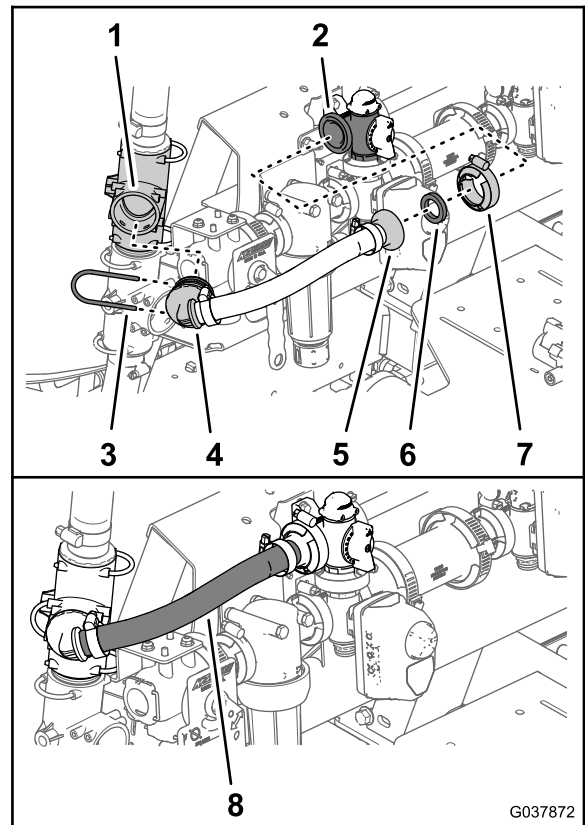

図 69
2. 攪拌バイパスホースのバーブ付き90°フィッティングを、上側のT字フィッティング 図 69 に取り付けるステップ 2 攪拌バイパスホースとスプレーヤ給液ホースを取り外す (ページ 16) で取り外したリテーナを使用する。
3. 攪拌バイパスホースのバーブ付きフランジフィッティングとガasket 25 x 35 mm (1 x 1-3/8 インチ) を、攪拌バイパスバルブのフランジに組み付けるフランジクランプ 40~64 mm を使用する 図 69。